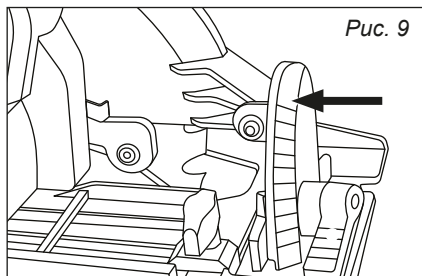

Рис. 9
2. Наклоните корпус пилы относительно основания до нужного угла (рис. 8), ориентируясь на шкалу (рис. 9).